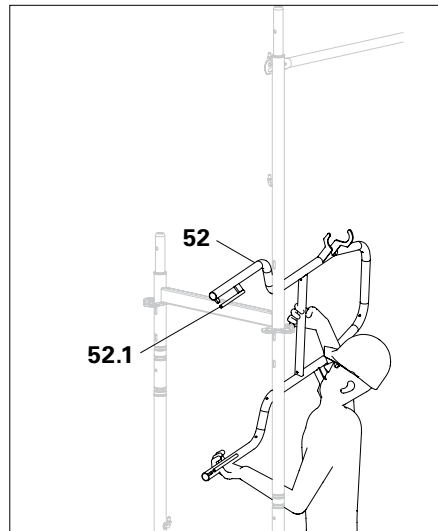

Abb. A3.14
1. Vorlaufendes Stirngeländer (52) über den Querriegel hängen. Die Absteckpins (52.1) müssen zur Gerüstaußen-seite zeigen. (Abb. A3.14)